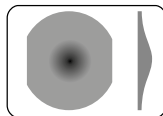
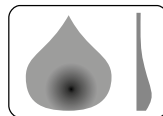

FIGURA 11.3
FIGURA 11.4
6. A Figura 11.2 ilustra um bom exemplo de aplicação de tinta. Se a aplicação apresentar uma concentração elevada de tinta no centro, conforme a Figura 11.3, significa que o produto deve ser diluído. Se a aplicação apresentar concentração elevada nas partes superior e inferior, conforme a Figura 11.4, significa que o bico de fluido **5** ou as capas de ar **15R** e **15L** estão parcialmente obstruídos e deverão ser limpos.